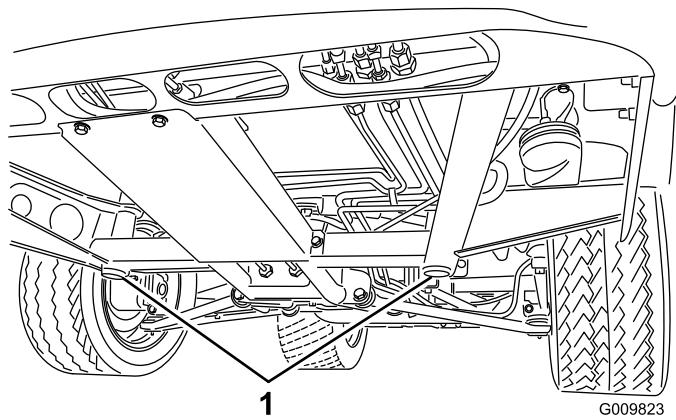
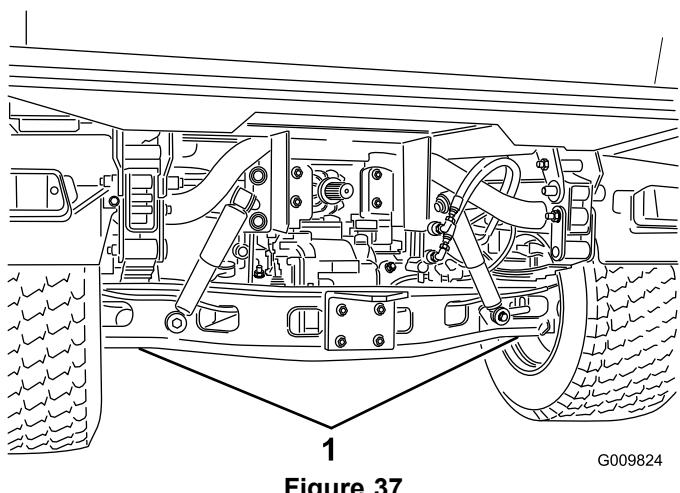

Figure 36
Figure 37
- Le point de levage au cric avant se trouve sous le support de cadre central avant (Figure 36), et le point arrière se trouve sous l'essieu (Figure 37).